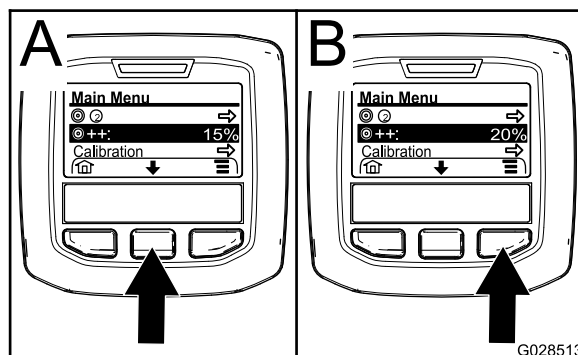

Рисунок 67
2. При необходимости нажмите среднюю кнопку выбора, чтобы выделить функцию увеличения нормы внесения (Рисунок 67).
Примечание: Значок увеличения нормы внесения выглядит как два символа (+) справа от метки в виде «бычьего глаза» (Рисунок 67).
3. Нажмите правую кнопку выбора (Рисунок 67), чтобы увеличить степень увеличения нормы